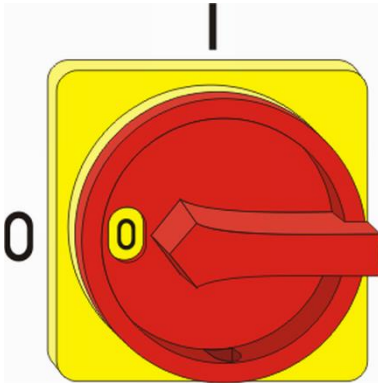

Abb.65: Hauptschalter
1. Hauptschalter am Steuergerät in Stellung "0" (Abb. 65) drehen.